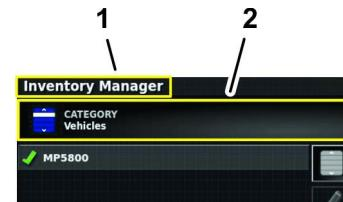

图 98
- 如果要导出的信息类型类别例如产品、定制喷嘴、场地、作业、场地边界、AB 线和曲线未显示在“类别”图标上请按“类别”图标图 98。